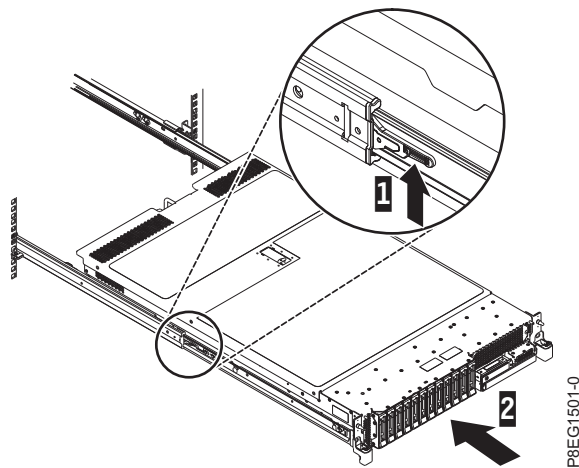

Figure 8. Soulevez les taquets de déverrouillage et insérez le serveur dans l'armoire en le poussant
3. Levez les taquets de déverrouillage bleus (1) sur les glissières latérales et poussez entièrement le serveur (2) dans l'armoire jusqu'à ce qu'il s'emboîte. Pour plus de détails, voir figure 8.